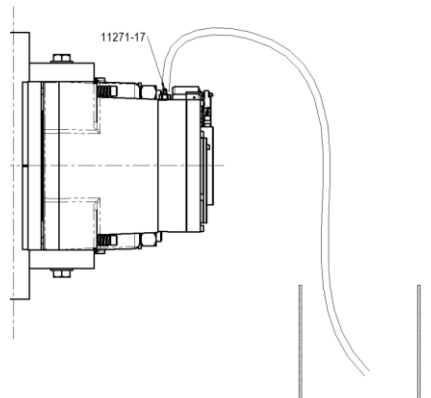

Bild 2.7
1. Schließen Sie die Entlüftungsschraube 11271-17 an einen flexiblen Schlauch mit Innen-Ø 6 mm an und führen Sie das Ende des Schlauches in einen Behälter ein Bild 2.7.